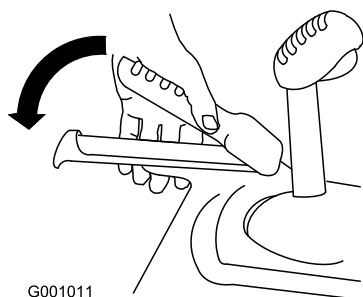

Figure 17
1. Pour engager la transmission aux roues, serrez le levier gauche (déplacement) contre la poignée (Figure 17).